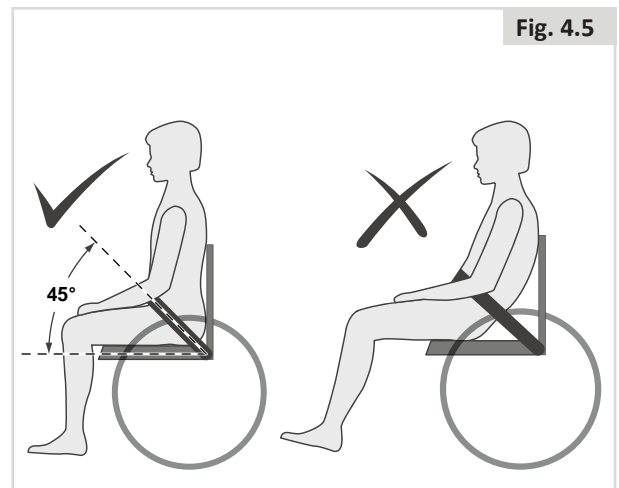

Fig. 4.5
- En général, la ceinture de bassin doit être fixée de façon à ce que les sangles soient à un angle d'environ 45° (Fig. 4.5), et quand elle est correctement réglée, elle ne permet pas à l'utilisateur de glisser dans le siège.